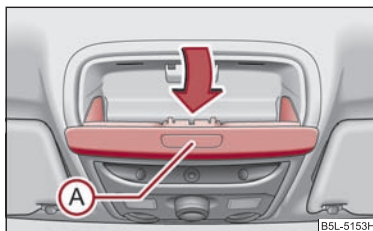

Fig. 98 Escotadura del revestimiento interior del techo: Compartimento guardagafas
- Presione la tecla **(A)** - el portaobjetos se abatirá hacia abajo ⇒ fig. 98.